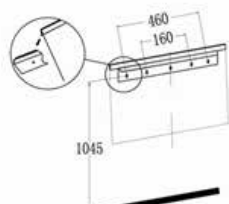

Fig. 4
- For optimal visning skal du markere de fire øverste skruer, der fastgør positionerne på væggen i overensstemmelse med de anbefalede fastgørelsesmål – se fig.4..
- Løft varmeapparatet forsigtigt op, og sørg for, at den øverste bageste kant af varmelagemet passer ind i det lange vægbeslag (se fig. 4 i cirkel) og sidder centralt.